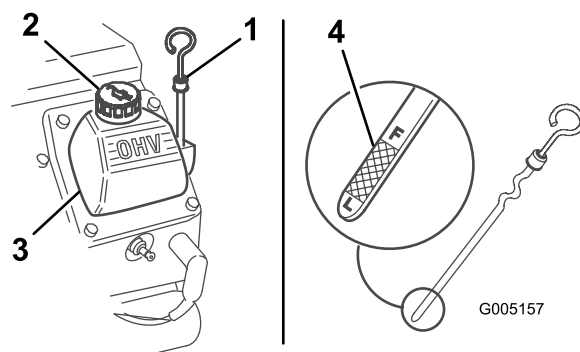

Figure 24
3. Nettoyez la surface autour de la jauge (Figure 24).
4. Sortez la jauge d'huile et essuyez soigneusement l'extrémité métallique (Figure 24).
5. Enfoncez la jauge complètement dans le tube (Figure 24).
7. Si le niveau d'huile est trop bas, nettoyez la surface autour du bouchon de remplissage et enlevez le bouchon (Figure 24).
8. Versez lentement une quantité d'huile suffisante dans le couvercle-culasse pour amener le niveau au repère du plein (F).
12. Enlevez le bouchon de remplissage (Figure 24) et versez lentement environ 80 % de la quantité d'huile spécifiée dans le couvre-culasse.
14. Faites l'appoint d'huile avec précaution pour faire monter le niveau jusqu'au repère maximum (F) sur la jauge.